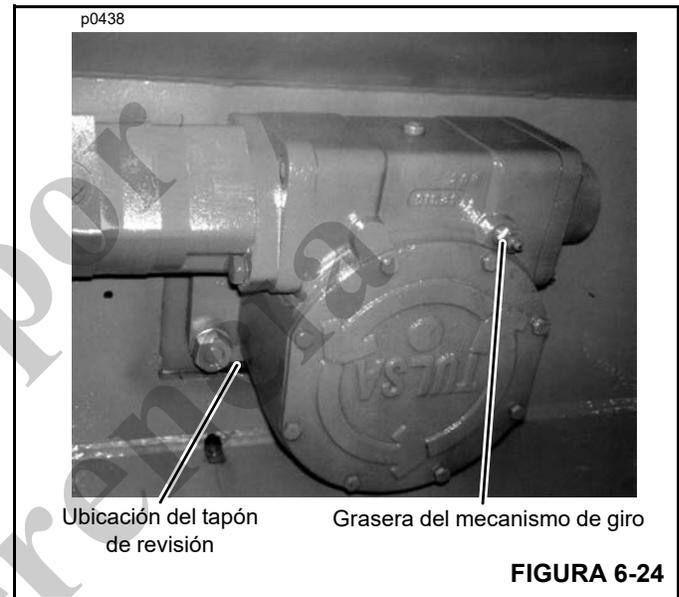

FIGURA 6-24
2. Limpie la grasería y el tapón de revisión (Figura 6-24).